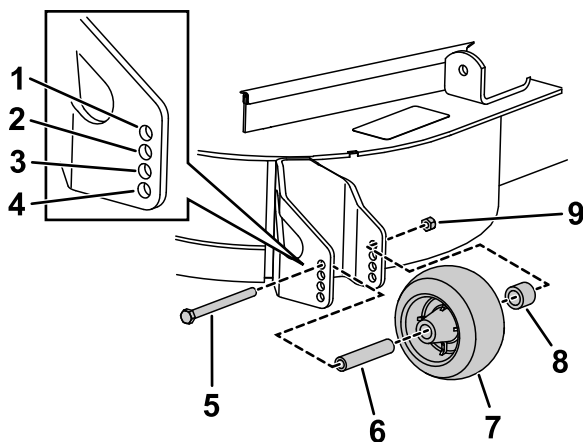

Figura 13
1. Dopo avere regolato l'altezza di taglio, regolate i rulli togliendo il dado flangiato, la boccola, il distanziale ed il bullone (**Figura 13**).
- Montate il dado flangiato, la boccola, il distanziale ed il bullone. Serrate a una coppia di 54–61 N·m (Figura 13).